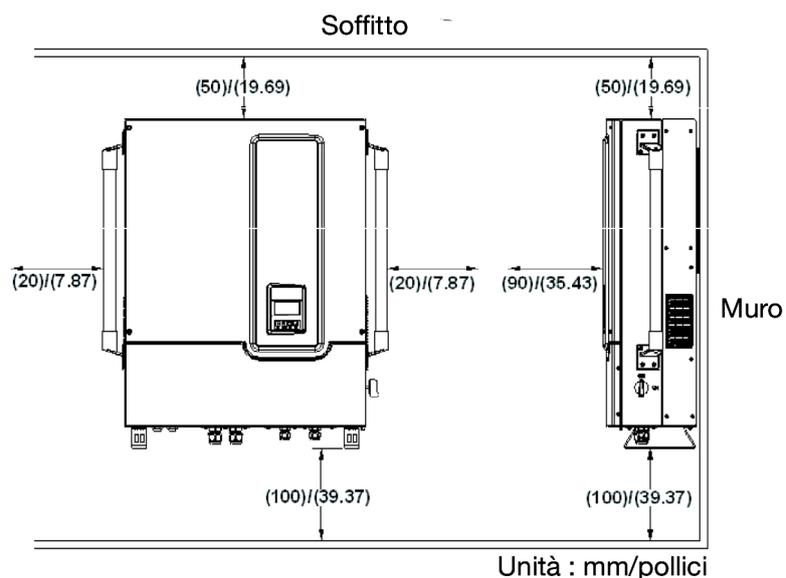

Fig. 2.1.1 Distanze necessarie per l'installazione dell'inverter ISMG3
- Lasciare almeno 50 cm (19,7 pollici) di spazio libero al di sopra e 100 cm (39,4 pollici) al di sotto dell'inverter quando viene installato all'esterno. Lasciare 20 cm (7,9 pollici) tra gli inverter quando si installano inverter multipli per favorire la ventilazione (vedere Fig. 2.1.1).